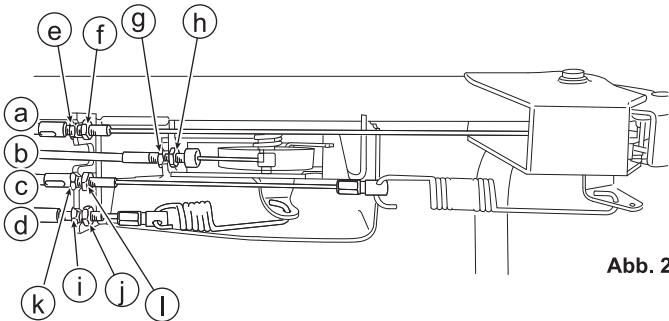

Abb. 23
8.5.1 Gashebel (Siehe Abb. 23 und 24)
8.5.2 Klingenhebel (Siehe Abb. 23 und 25)
- 3 Vergewissern Sie sich, dass die Klinge vollständig anhält, wenn der Klingenhebel (C) gelöst wird.
8.5.3 Kupplungshebel (Siehe Abb. 23 und 26)
- 3 Vergewissern Sie sich, dass die Maschine rückwärts gezogen werden kann, wenn der Kupplungshebel (B) gelöst ist.
8.5.4 Ganghebel (Siehe Abb. 23 und 27)